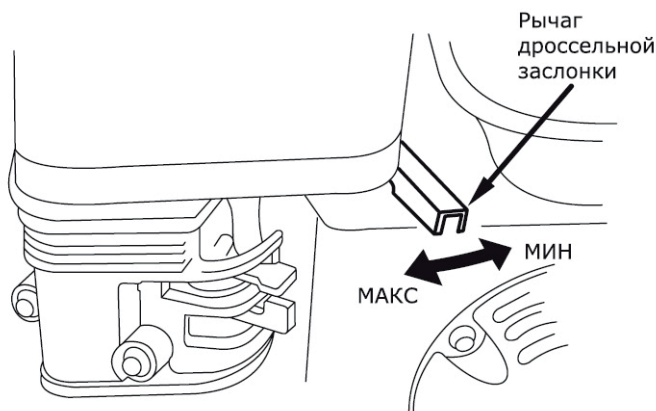

рис. 10
- Число оборотов двигателя и соответственно производительность мотопомпы регулируется изменением положения рычага дроссельной заслонки (рис. 10)